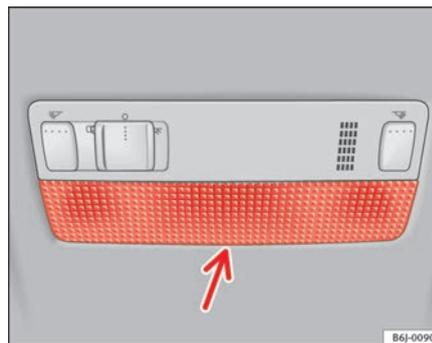

Fig. 160 Luci di lettura anteriore
- Introdurre un cacciavite dalla parte piatta tra il telaio e il vetro ⇒ fig. 160.